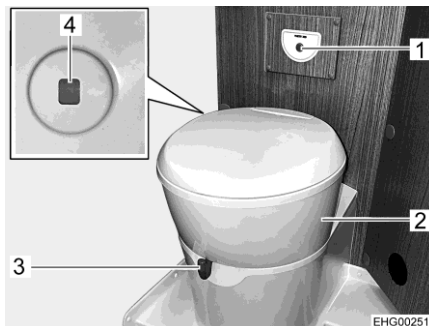

Fig. 112 Toiletttes
Il est possible de tourner la cuvette dans la position souhaitée. Saisir pour ce faire le partie supérieur des toilettes (Fig. 112,2) des deux mains et tourner.
L'unité de commande avec le bouton de la chasse d'eau (Fig. 112,1) est positionné à proximité de la cuvette.
- Avant d'actionner la chasse d'eau, ouvrir le curseur des toilettes. Pousser pour cela le levier du curseur (Fig. 112,3) dans le sens inverse des aiguilles d'une montre.
- Pour actionner la chasse d'eau, appuyer sur le bouton bleu (Fig. 112,1).
L'indicateur de niveau (Fig. 112,4) passe du vert au rouge quand le réservoir pour matières fécales doit être vidé.